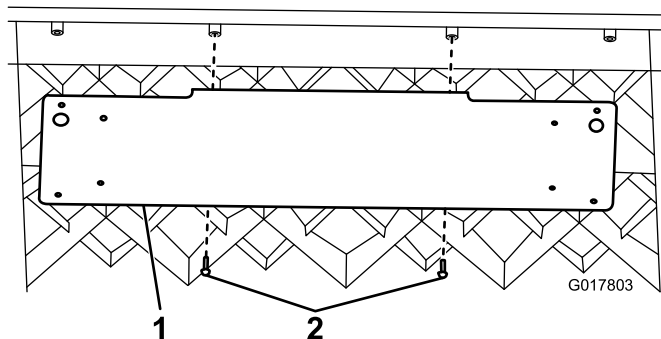

Figura 11
1. Montate la staffa della targa nella parte inferiore del pianale con 2 viti (n. 10-3/4 poll.) (Figura 11).